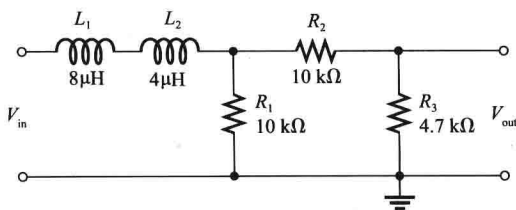

图 15-68
26. 确定图 15-68 中的时间常数, 试问电路是积分器还是微分器?